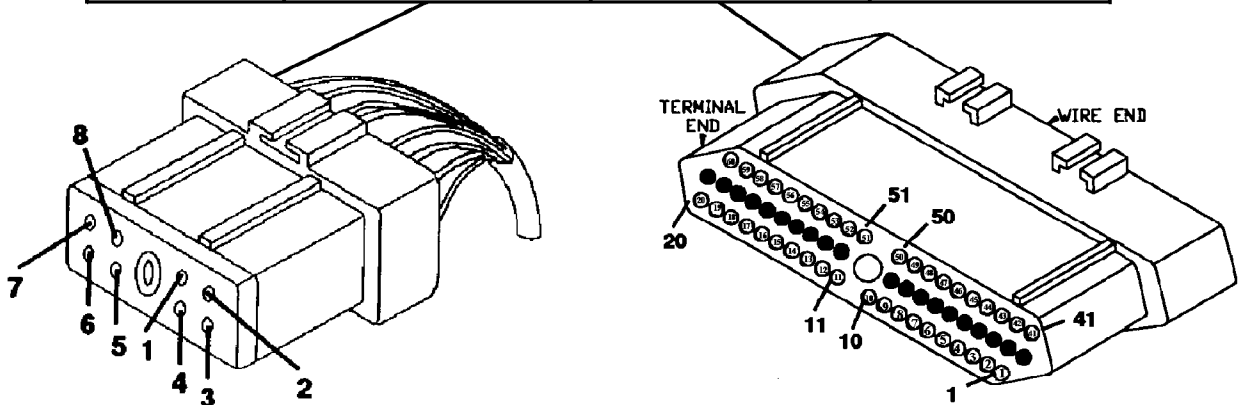

Figura 52
- Si al hacer éstas pruebas, se encuentra un abierto en uno de los circuitos de los solenoides, use la figura 52 para hacerle una prueba de continuidad al circuito en cuestión. Si se determina que ese alambre está averiado, un alambre nuevo se puede correr y empalmarse por la parte de afuera del arnés.